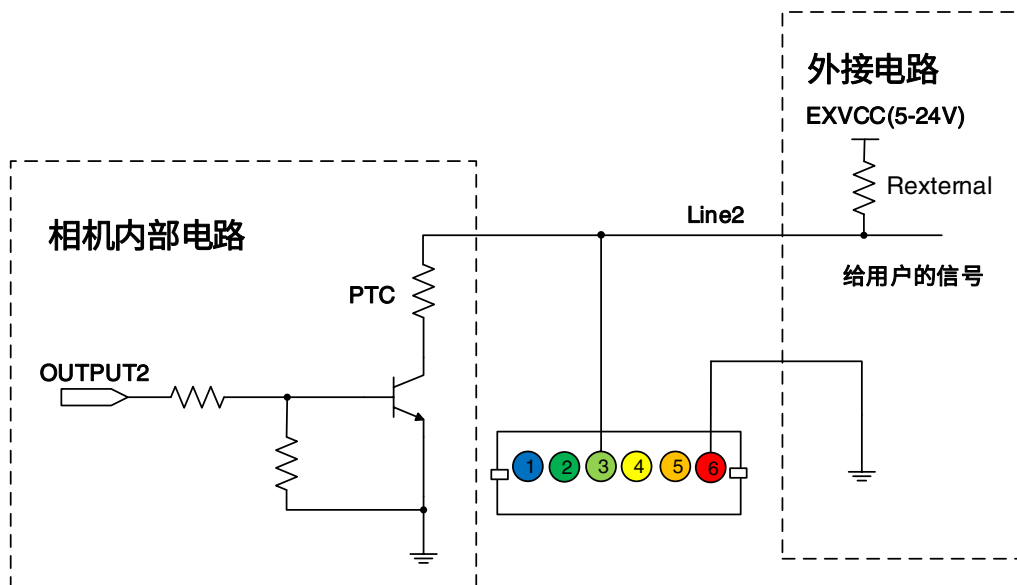

图 7-41 Line2 配置为输出引脚时相机内部等效电路
- Line2/3 配置为输出引脚时，相机内部等效电路如图 7-41 所示，以 Line2 为例